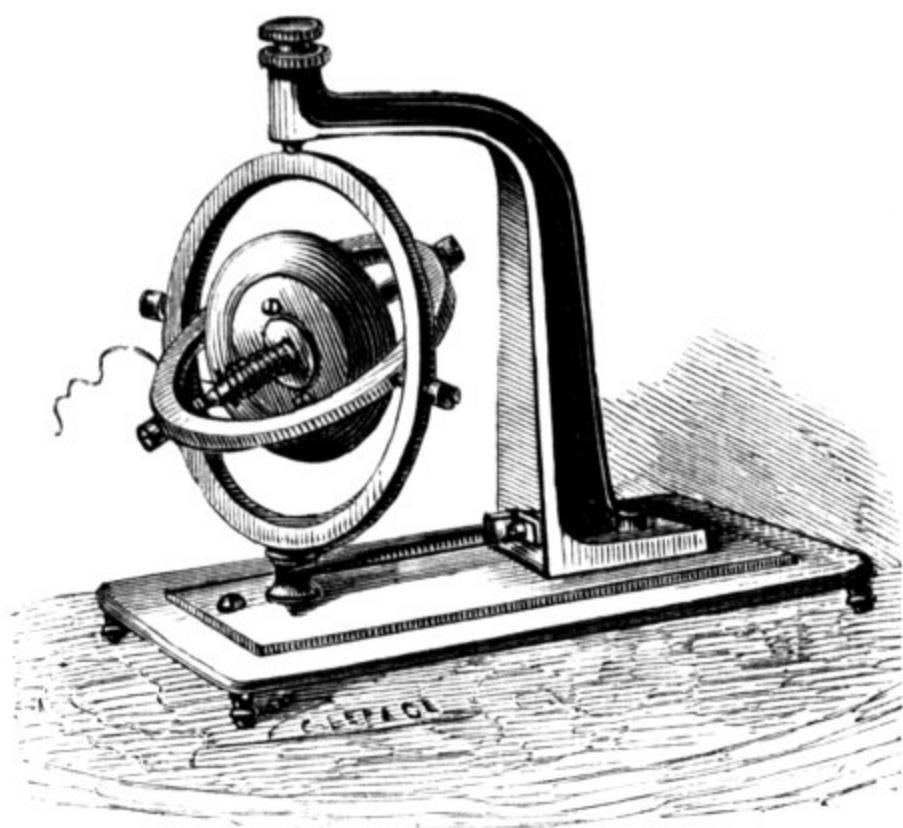

FIG. 5.
10. Stréphoscope, fig. 5. 40 fr.